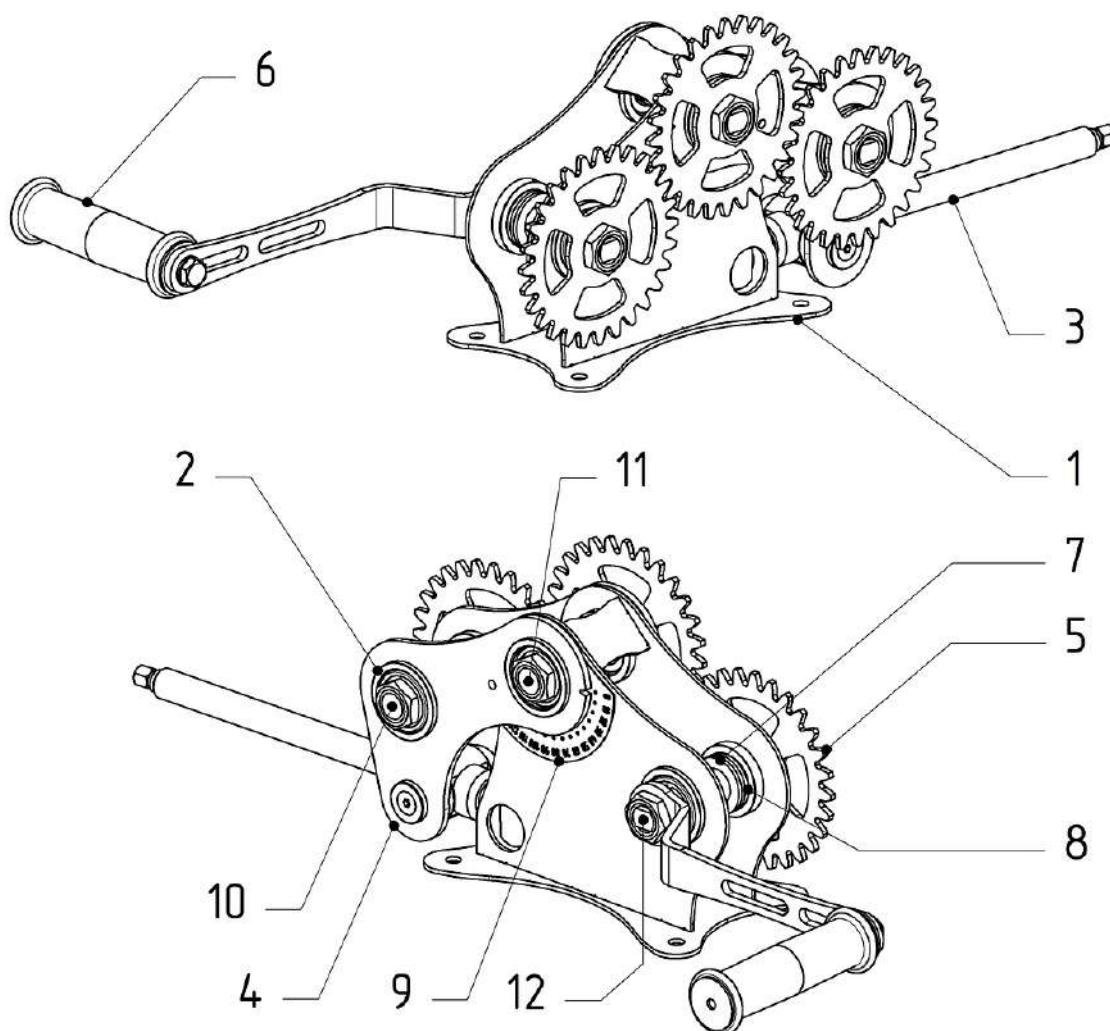
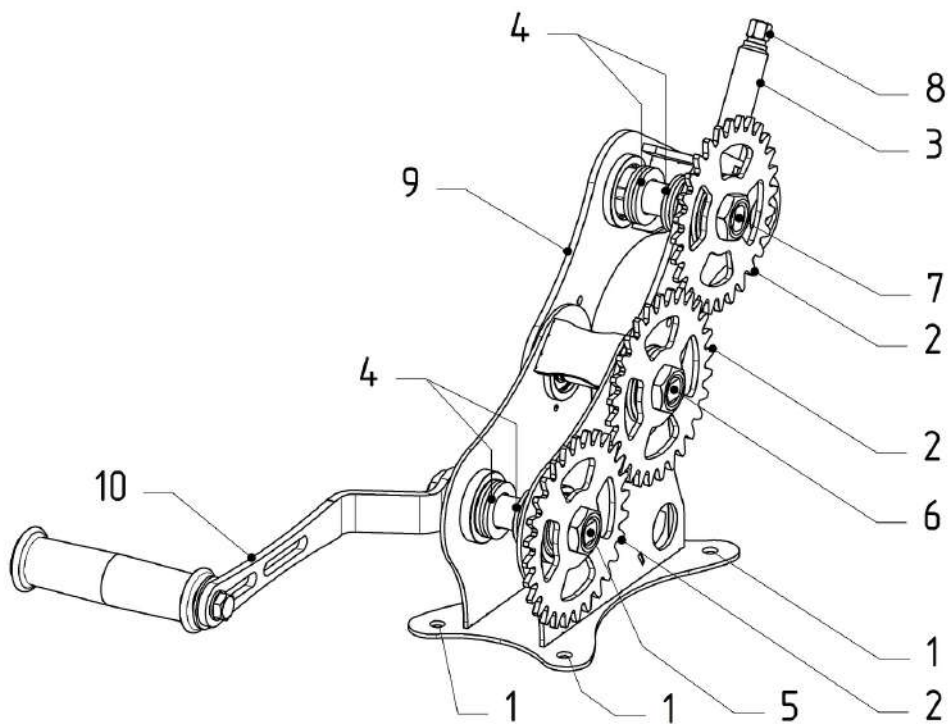

Рисунок 1 — Основные комплектующие и внешний вид трубогиба
Рисунок 3 — Общая схема трубогиба
Установите трубогиб на плоскую поверхность и зафиксируйте его болтами М6-М8 либо шурупами (саморезами) через отверстие (1) (см. Рисунок 3).
1. Перед первым использованием смажьте пластичной смазкой шестерни (2), резьбу винта (3).
2. Подберите величину зазора между шайбами (4) на опорных валках (5, 7) для надёжной фиксации профиля при прокате. Для этого добавьте или уберите нужное количество шайб (4).
3. Установите заготовку между опорными (5, 7) и прижимным (6) валками.
4. Вращая винт (3) за наконечник (8), поднимите поворотную раму (9) до касания опорных валков центрального вала (6) заготовки.
5. Произведите необходимое количество оборотов, вращая винт (3) за наконечник (8) и придавая заготовке небольшой изгиб.
6. Вращая рукоятку (10), прокатите заготовку на нужное расстояние.
8. Если вам необходимо повторить радиус получившегося загиба на другой заготовке, воспользуйтесь линейкой повторяемости (см. Рисунок 1, пункт 11).
9. Для извлечения профиля опустите поворотную раму (9), вращая винт (3) за наконечник (8), достаньте заготовку.